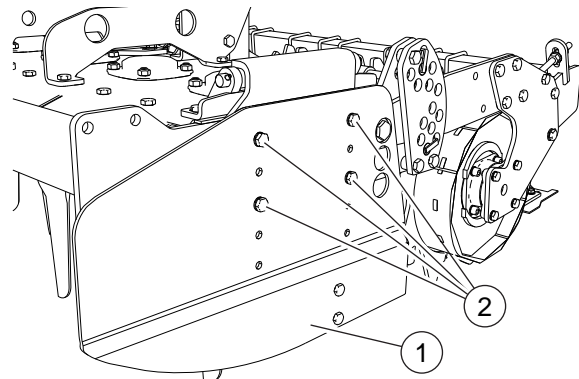

FIG. 36
Die Schrauben losdrehen (2, "Fig. 36"). Den Seitenscharnier heben und senken (1). Die Schrauben festdrehen (2).